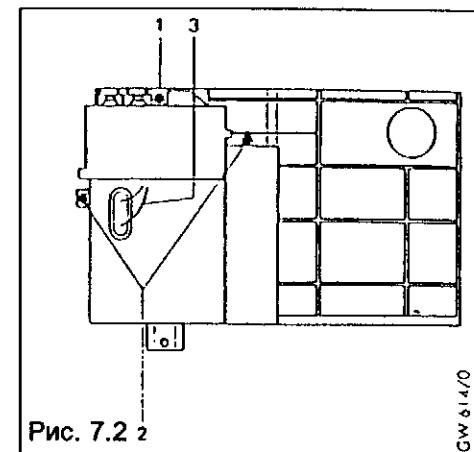
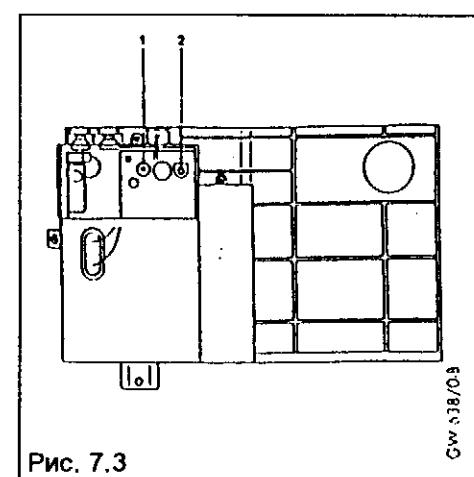

Рис. 7.2 2
Рис. 7.3
- Отвинтить винт (1, рис. 7.2) и снять крышку подсоединительной коробки. Теперь открыт доступ к потенциометру для настройки (2, рис. 7.3).
- Установить потенциометром (2, рис. 7.3) давление на соплах.